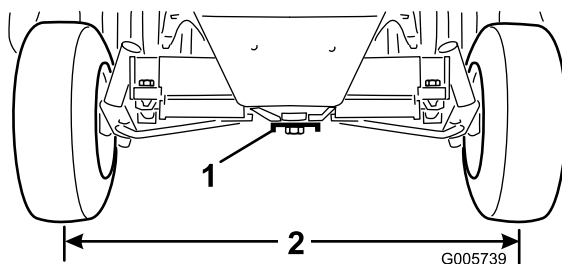

Figure 51
2. Desserrez les écrous de blocage sur les deux biellettes. Réglez les biellettes jusqu'à ce que l'entraxe soit identique à l'avant et à l'arrière des roues arrière (Figure 51).